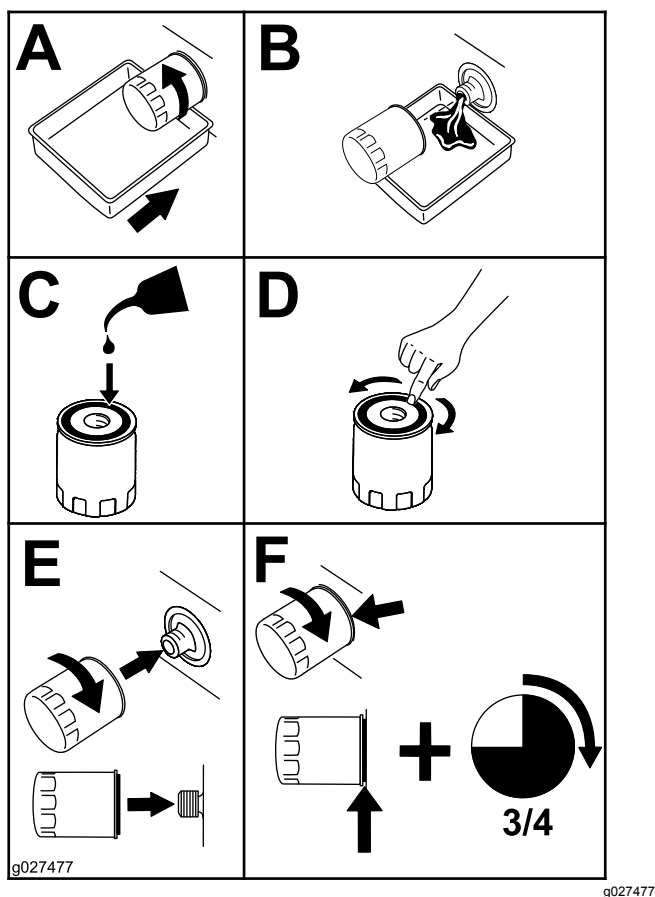

Figura 26
2. Cambiate il filtro dell'olio del motore (Figura 26).